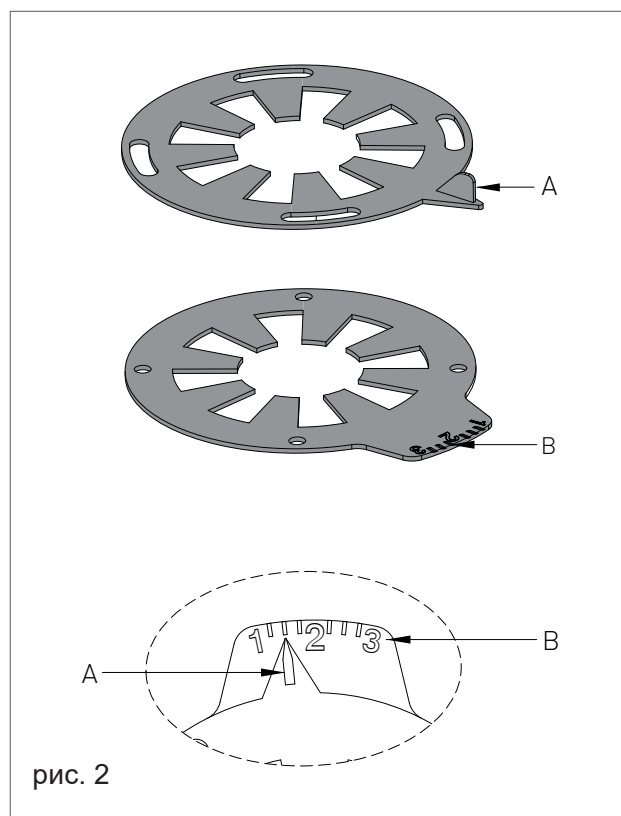

рис. 2
- › Труба дымоудаления должна быть расположена перпендикулярно противоположной внутренней стене дымохода (рис. 2).
Регулировка диафрагм осуществляется следующим образом (см. рис. 2):
- › Если указано: «без предварительной маркировки», необходимо удалить все имеющиеся в диафрагмах предварительные маркировки (PR-рис. 2).
- › Переместите контрольный указатель (А-рис. 2), двигаясь по указателю с делениями (В-рис. 2) в соответствии с необходимой регулировкой.